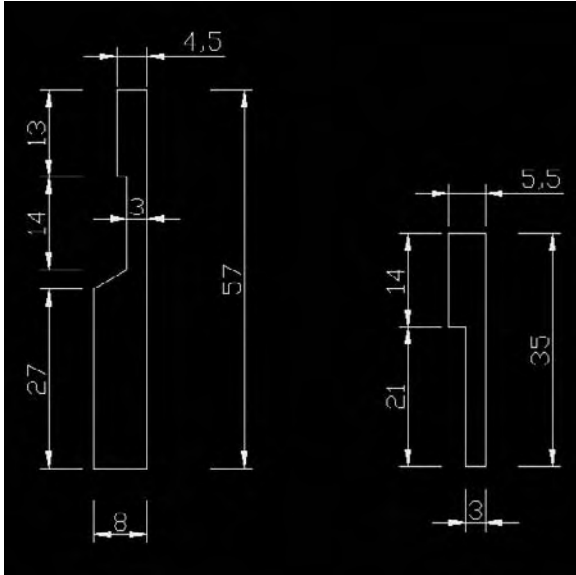
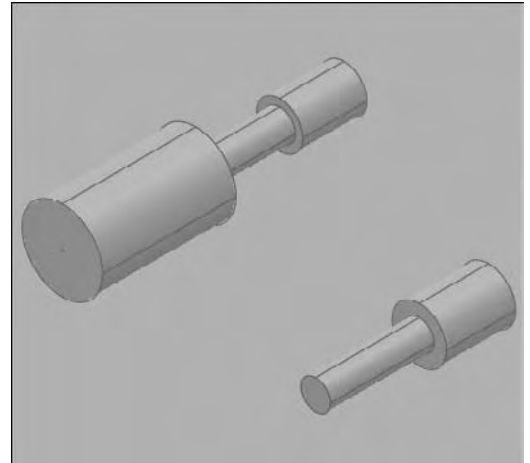

Fig.16.15
Fig.16.16
- 8 Les percements de la partie supérieure s'effectuent à l'aide de deux solides de révolution (fig.16.15) construit à partir des polygones dont les dimensions sont spécifiées à la figure 16.16.